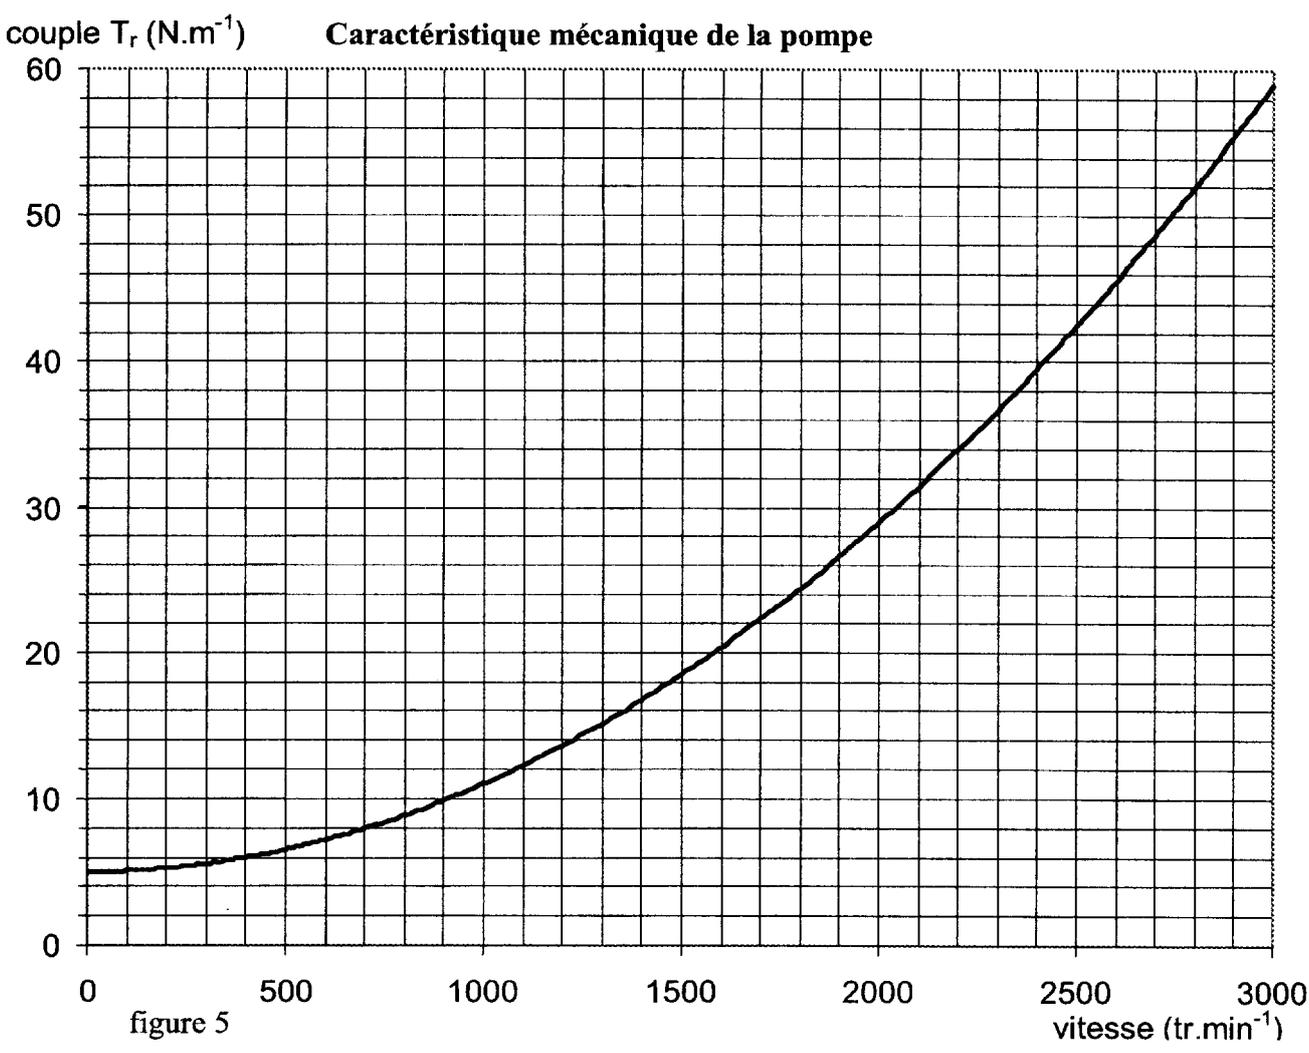

figure 5
2.1.2. Tracer sur la figure 5 du document réponse 2 page 8, la partie utile de la nouvelle caractéristique mécanique  $T_{u25}(n)$ .